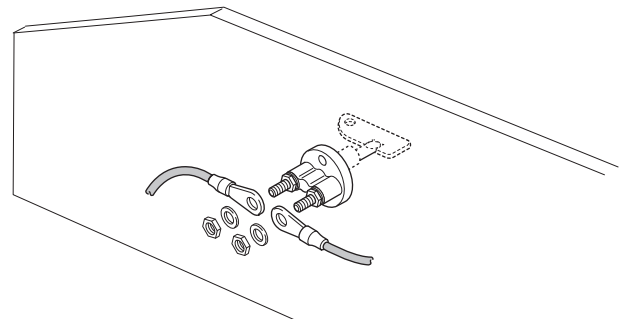
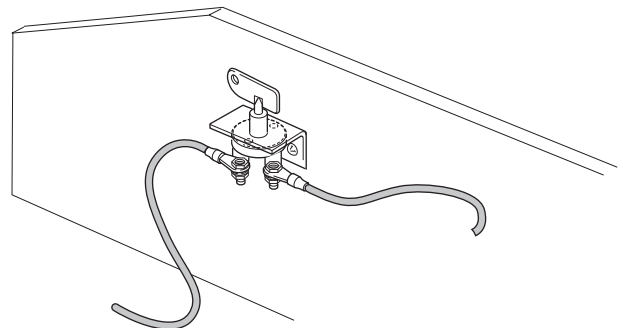

Fig. 46
Fig. 47
- Scegliere un'opzione di fissaggio adeguata per lo staccabatteria (v. gli esempi di montaggio Fig. 46, Fig. 47).